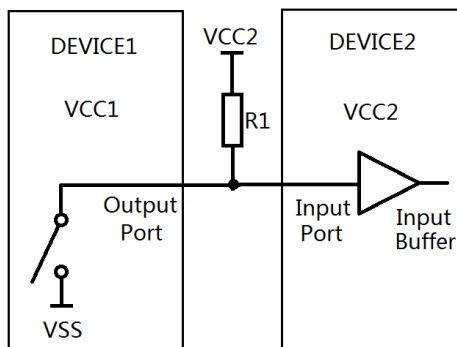

图 5.6 上拉电阻输出用于电平匹配
- 1) 上拉电阻输出可用于两种供电电压器件之间的电平匹配。如图 5.6 所示，器件 1 供